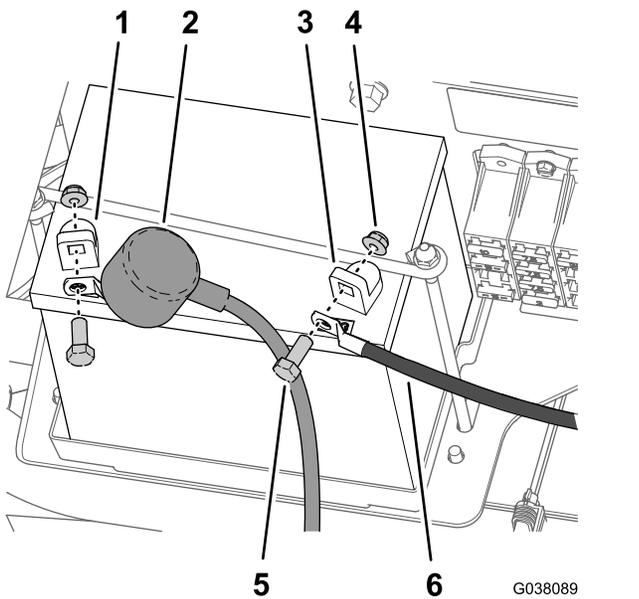

図 4
6. バッテリー端子から、マイナス黒アース側ケーブルを外す 図4。
7. プラスケーブル赤についている絶縁カバーを外し、プラス端子からプラスケーブルを外す 図 4。